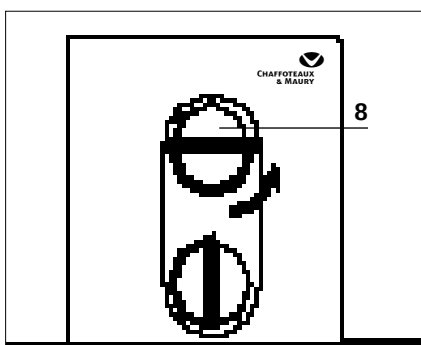

Fig. 6
**4)** Tournez doucement le bouton "8" dans le sens de la flèche jusqu'au repère position plein gaz « 🔥 » (fig. 6).